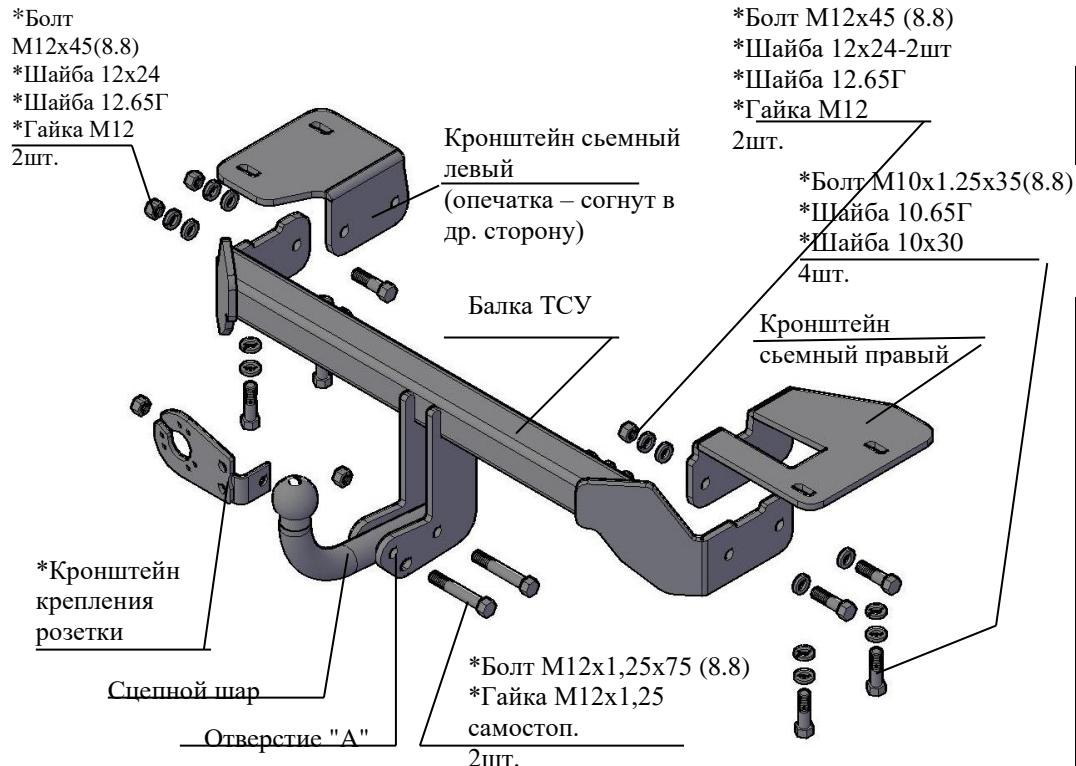

Рис.1 Тягово-сцепное устройство ТСУ 7611
2.1 ТСУ 7611 в сборе (рис.1)	1 шт.
2.2 Пакет с комплектующими (см. рис.1)	1 шт.
4.3 Закрепить боковые съемные кронштейны (правый и левый соответственно рис.1) к нижним полкам лонжеронов а/м болтами M10x1.25x35 (используя штатные шайбы), подложив под болты шайбы 10.65Г и шайбы 10x30. Крепеж не затягивать.
4.4 Установить балку ТСУ, закрепив ее к наружным сторонам боковых кронштейнов (соответственно рис.1) болтами M12x45 (вставляя болты с правой стороны, как показано на рис.1) и гайками M12, под гайки